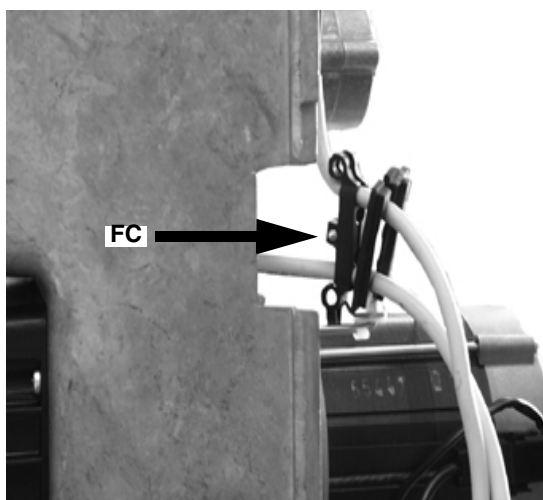

Fig. 38
- 3 Quite la junta y el grupo sujetador de cable FC de su alojamiento (Fig. 38).